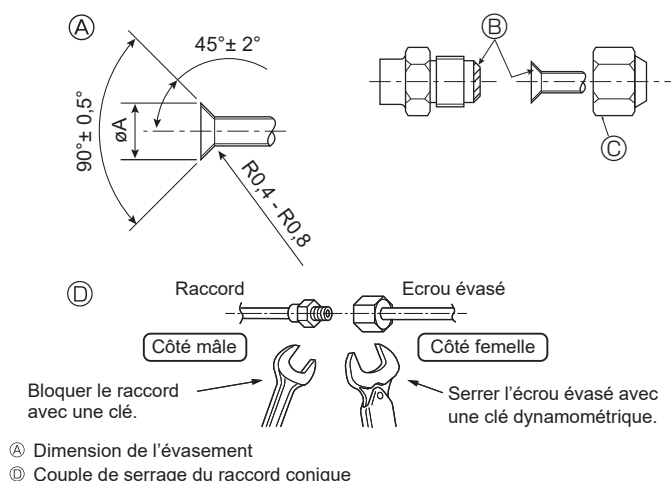

Fig. 4-6
① (Fig. 4-6)
② (Fig. 4-6)
4.4. Connexion des tuyaux (Fig. 4-6)
- Appliquer un film mince d'huile réfrigérante sur la surface du tuyau et du support du joint avant de serrer l'écrou évasé. ①
- Appliquer de l'huile réfrigérante sur toute la surface évasée du fond. ②
- Utiliser les écrous évasés correspondant aux tailles de tuyaux suivantes. ③
- Utilisez 2 clés pour serrer les raccords des tuyaux. ④